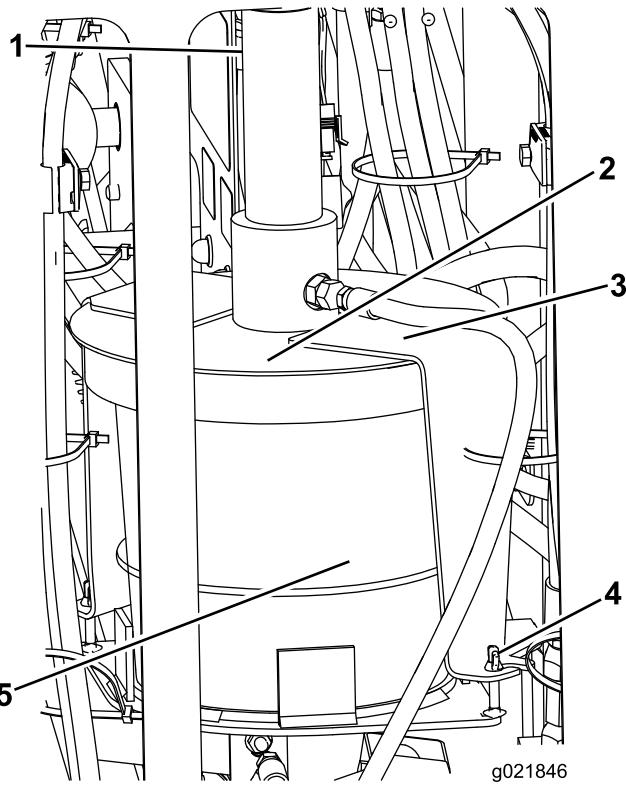

Figura 93
3. Solte as porcas-borboleta que fixam a abraçadeira da tampa à máquina (Figura 93).
4. Gire a tampa e puxe a abraçadeira, liberando-a dos parafusos retentores (Figura 93).
5. Levante o conjunto da tampa para longe do reservatório vazio de lubrificante de roscas (Figura 93).
7. Posicione o êmbolo no novo reservatório e encaixe o conjunto da tampa sobre o reservatório (Figura 93).
8. Posicione a abraçadeira sobre parafusos retentores e gire a tampa para encaixar a abraçadeira nos parafusos (Figura 93).